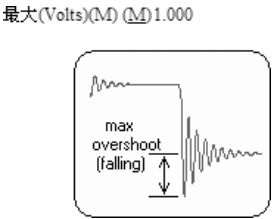

图 9-34 信号下降沿的过冲约束规则
- “Overshoot – Falling Edge”（信号下降沿的过冲约束规则）：如图 9-34 所示为该项设置示意图。